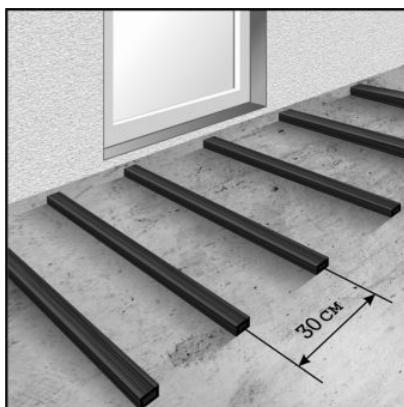

Рисунок 1
- На ровное бетонное основание (рис.1);